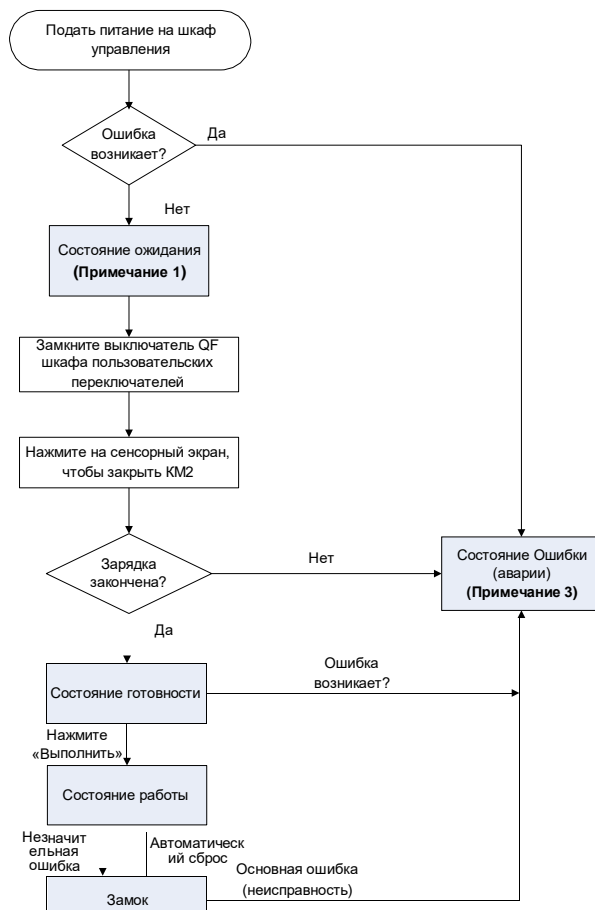

Рис.7-1 Блок-схема для быстрого запуска устройства
- (1) Режим управления KM2, настроенный на заводе, является ручным режимом; блок-схема быстрого запуска показана на Рис. 7-1.